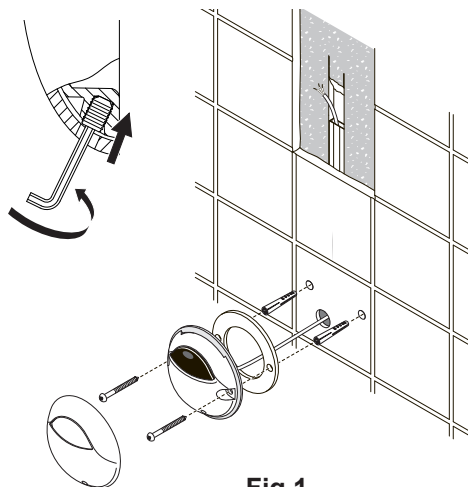
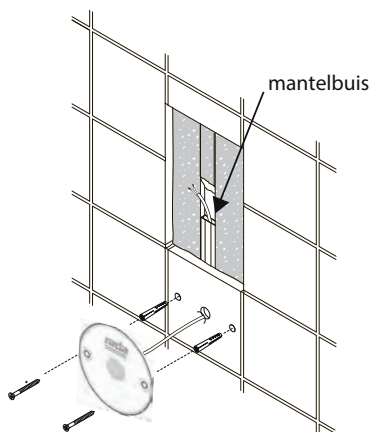

Fig 1
Fig 3
1. Free een uitsparing in de wand, plaats een geschikte mantelbuis voor de kabel van de bedieningssensor. Voorkom scherpe knikken in de mantelbuis. Zorg, voor de juiste afdichting, dat de bedieningssensor gemonteerd kan worden in het midden van een wandtegel. Houd het gat in de tegel voor de kabel klein. (**Fig. 1**). Voor onderhoud wordt geadviseerd de kabel enige ruimte te geven achter de bedieningssensor (**Fig. 3**). Voor verlenging van de kabel worden drie 3M™ connectoren meegeleverd (zie **het verlengen van kabels**). **Let op!** Boor niet in leidingen, mantelbuis of kabel.
1. Frees een uitsparing in de wand, plaats een geschikte mantelbuis voor de kabel van de bedieningssensor. Voorkom scherpe knikken in de mantelbuis. Zorg, voor de juiste afdichting, dat de bedieningssensor gemonteerd kan worden in het midden van een wandtegel. Houd het gat in de tegel voor de kabel klein. (**Fig. 3**).